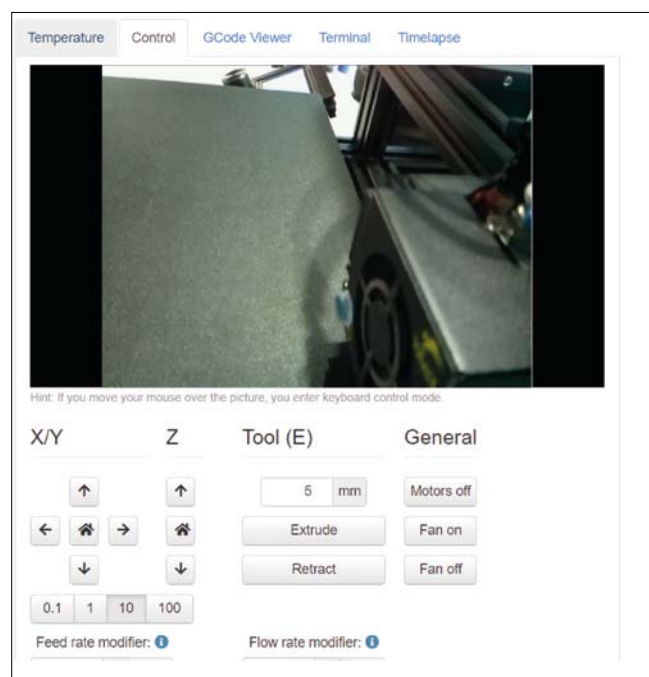

Fig. 4
- Control: (**Fig. 4**) è la sezione per vedere la telecamera e per muovere i vari assi tramite le frecce presenti, infatti è come la sezione control della stampante 3D;